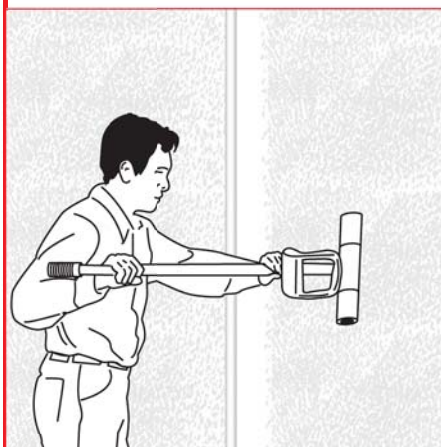

Figure 7
4. Utilisez un maroufleur pour bien éliminer toutes les poches d'air entre les plaques et le mur et pour assurer une bonne adhésion des plaques au mur. Commencez par le coin supérieur de la plaque à l'opposé du bord avant. Commencez par rouler vers le bas et dans la direction du bord sans couvre-joint. (Figure 7)